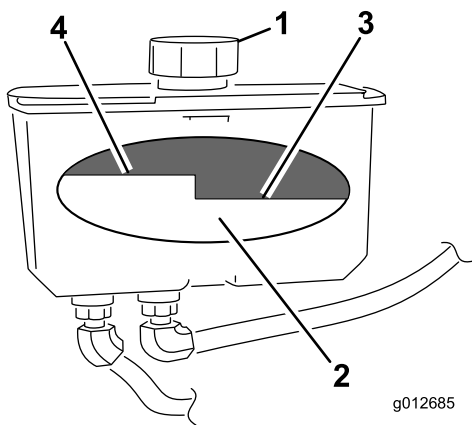

図 74
4. 油圧オイルタンクの注油口と首の周辺をきれいに拭く（図 74）。
5. 給油口からキャップを取る。タンクの中をのぞいてオイルの量を確認する (図 74)。
注 オイルが暖かいときには、バッフルの一番上のレベルまでオイルがあることが必要です (図 74)。